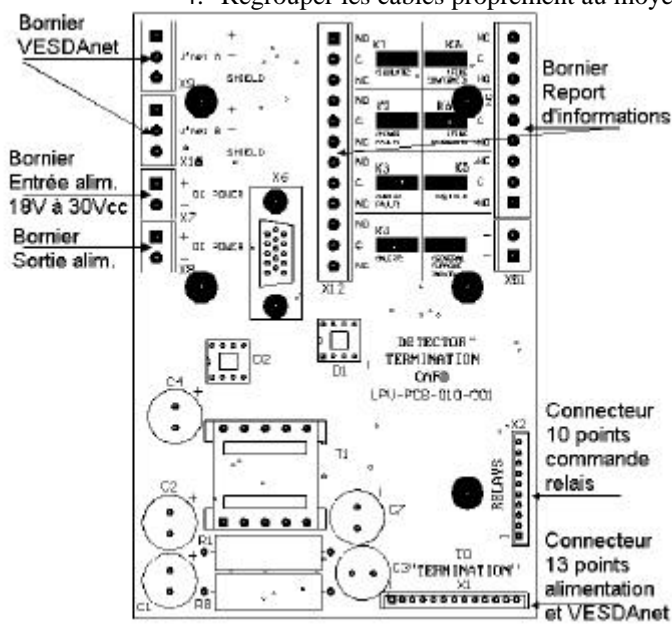
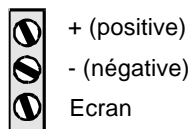

Figure 14. Carte bornier avec repérage des raccordements
Figure 15. Bornier **VESDAnet**
- Raccorder le câblage à la carte bornier dans le coffret détecteur. Les positions de raccordement sont indiquées sur la Figure 14. Pour des informations détaillées concernant ces raccordements, se reporter aux sections 5.9-5.12
Se reporter à la Figure 14. Il existe sept relais sur la carte bornier du détecteur. Ces relais servent à transmettre des différents états du détecteur au Tableau de Signalisation.
1. Retirer le connecteur du relais et relever son numéro. Ce numéro est marqué sur les relais dans la Figure 14. (Par exemple, "K1" sur la carte terminale du détecteur est le relais numéro 1).
3. Raccorder au dispositif externe par câblage, en suivant la Figure 14.
Le réseau rebouclé **VESDAnet** est raccordé au moyen d'un câble une paire torsadée 6/10^{ème} 120ohms - RS485 avec écran du type BELDON 9841 (Catégorie 5), ou similaire. Les points de raccordement des câbles sont deux borniers **VESDAnet** situés sur la carte bornier. (Pour le positionnement se reporter à la Figure 14). Les trois fils pour chaque câble RS485 doivent être insérés comme indiqué sur la Figure 15: